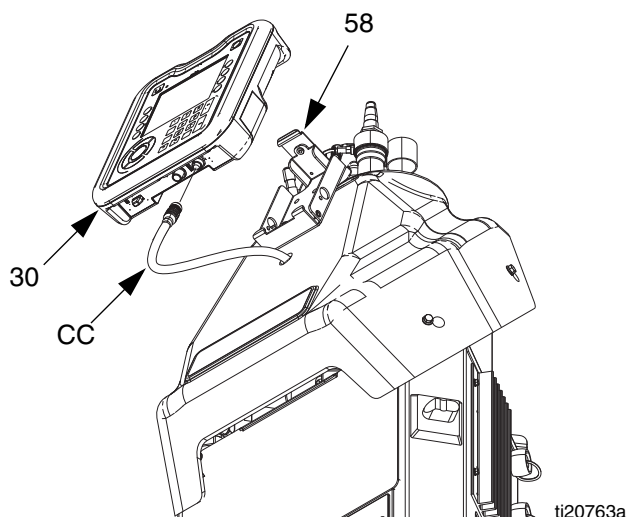

FIG. 50
2. Desconecte el cable (CC) de la parte inferior del ADM (30). Consulte FIG. 50.
3. Retire el ADM del soporte (58).